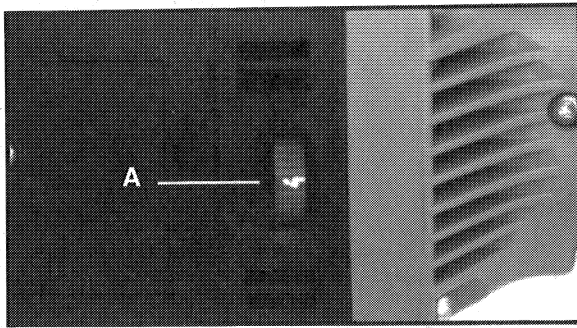

Fig. 2
La vitesse s'ajuste en tournant la molette (A) Fig. 2. La position 1 de la molette offre la vitesse de marche la plus lente (1000 tr/min) et la position 6 la plus rapide (3000 tr/min). La vitesse peut être changée pendant que le moteur tourne ou pendant qu'il est à l'arrêt.